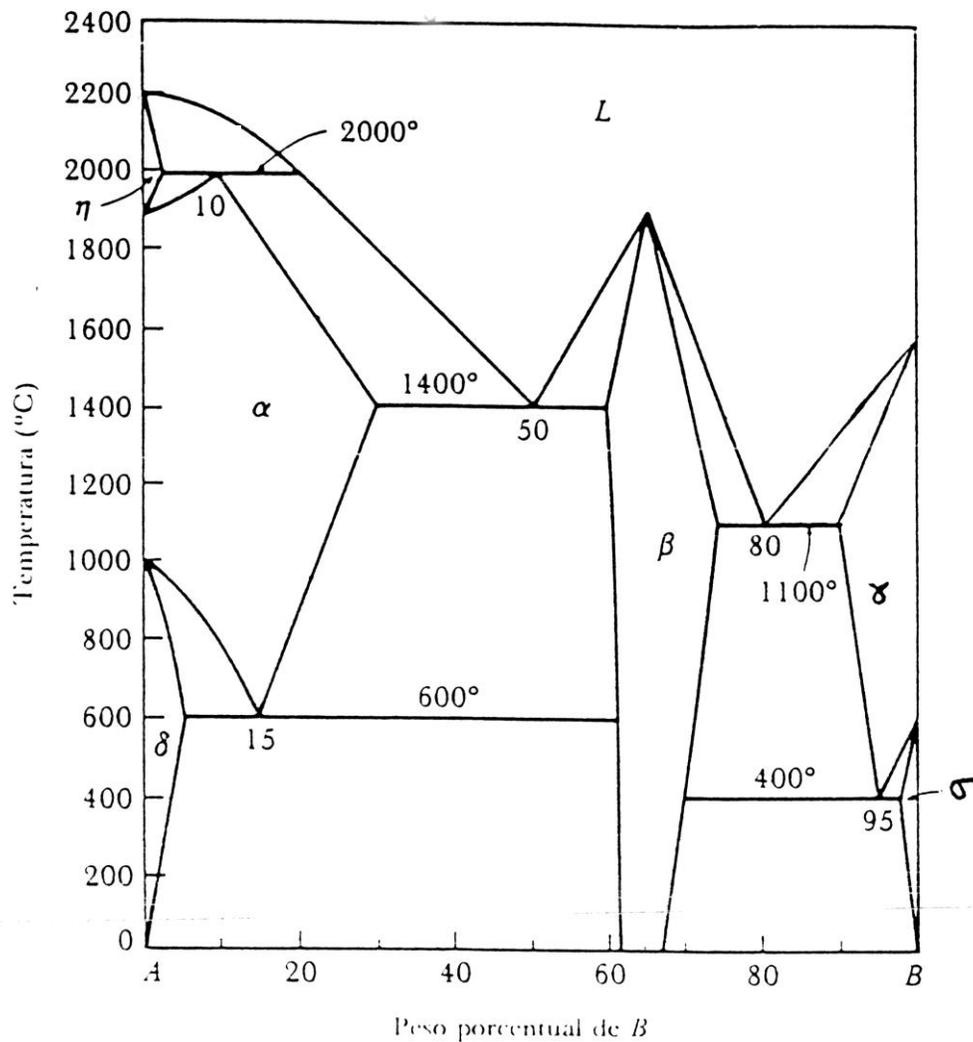

Figura 1
1. A partir del diagrama de la figura 1, identificar las reacciones trifásicas y otros puntos singulares que presenta el sistema A-B.